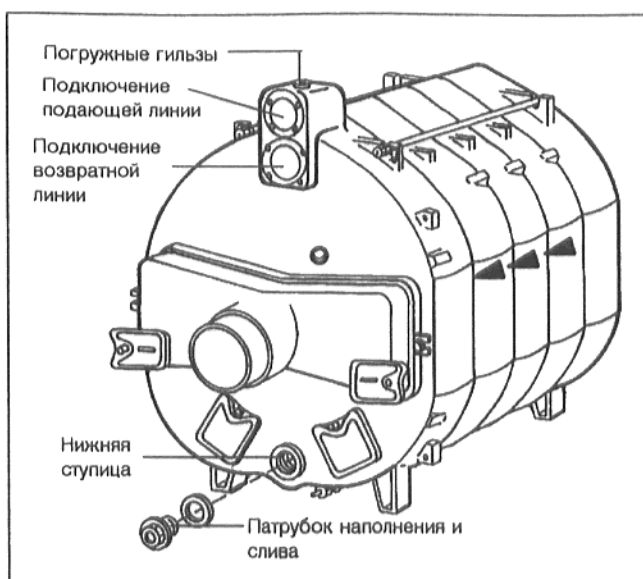

Рис. 16
- Погружную гильзу 3/4" (длиной 110 мм) вставить герметично поверх подключения подающей линии (Рис. 16).
- В случае негерметичности одного из ниппельных соединений необходимо вначале спустить воду посредством наполнительного и сливного крана (Рис. 16).